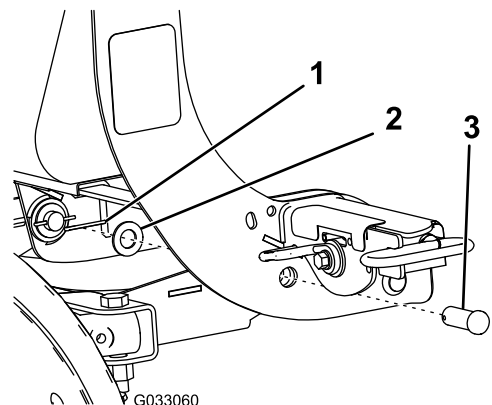

Figure 6
7. Alignez les trous de pivot de la tour d'accouplement sur les trous de pivot du cadre de poussée, et fixez-les avec 2 axes de pivot, 2 rondelles plates (3/4 po) et 2 goupilles fendues (Figure 6).